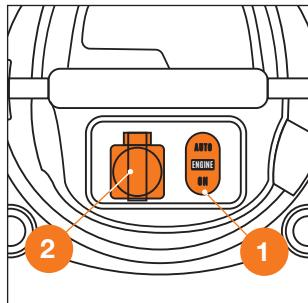

Рис. 14
- Переведите переключатель ① в положение «ON», пылесос включится (Рис. 14).
- Для выключения пылесоса переведите переключатель в положение «ENGINE» (Рис. 14).